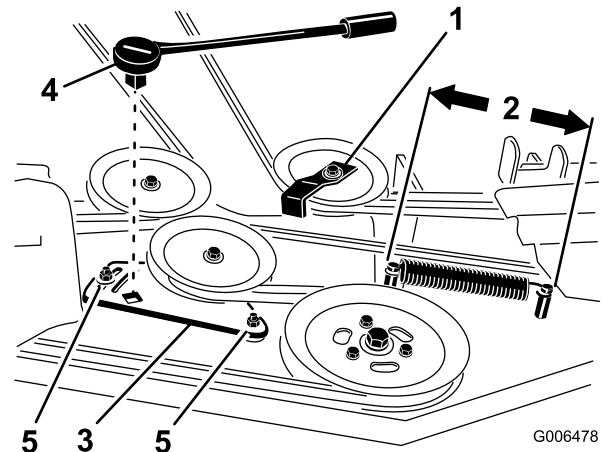

Figure 64
4. Pour les tabliers de 72 pouces, desserrez les boulons de fixation de la plaque de la poulie de tension (Figure 64).
6. Enlevez le guide de courroie de la poulie de tension rappelée par ressort (voir Figure 62 et Figure 64).
9. Montez le guide de courroie sur la poulie de tension rappelée par ressort à un angle de 45 degrés comme illustré à la Figure 62 et Figure 64. Serrez le boulon à un couple de 37 à 45 Nm (27 à 33 pi-lb).
10. Montez le ressort de la poulie de tension sur les deux ergots (Figure 62 et Figure 64).
ressort atteint 25,4 à 26 cm (10 à 10-1/4") entre les ergots, comme illustré à la Figure 64.
8. Tout en maintenant la courroie tendue, serrez les boulons de fixation de la plaque du bras de tension (Figure 64).
4. Mesurez la longueur du ressort (Figure 64). Si elle est comprise entre 25,4 et 26 cm (10 et 10-1/4"), d'un ergot à l'autre, aucun réglage n'est nécessaire.
5. Desserrez les boulons de fixation de la plaque du bras de tension (Figure 64).
6. Insérez un manche à rochet ou une barre de levier dans le trou carré de la plaque pour régler la tension (Figure 64).